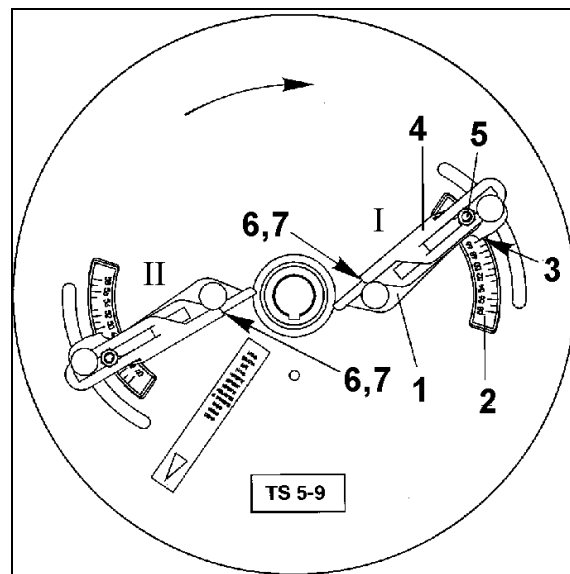

Fig. 72
1. Ablesekante (Fig. 72/7) der Schaufel "I" auf Buchstabenwert "**D**" einstellen und Schaufelaußenteil befestigen. Schaufel "I" auf Zahlenwert "**50**" verschwenken und befestigen.
2. Ablesekante (Fig. 72/7) der Schaufel "II" auf Buchstabenwert "**F**" einstellen und Schaufelaußenteil befestigen. Schaufel "II" auf Zahlenwert "**46**" verschwenken und befestigen.